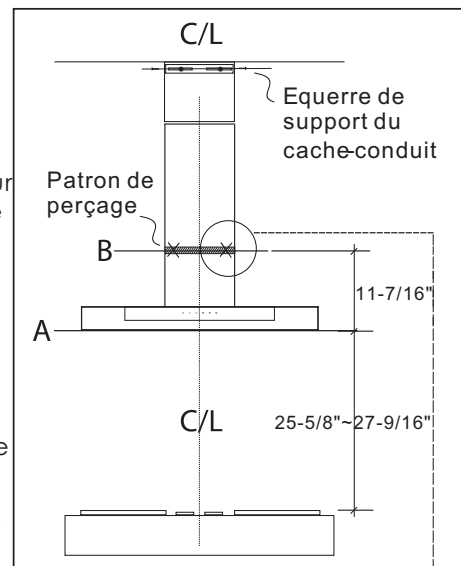

Fig. 4-1
5. Tracez la ligne centrale (LC) de la hotte sur le mur.
6. Tracez une ligne B (à 11,4 pouces au dessus de la ligne A) (Fig. 4-1)